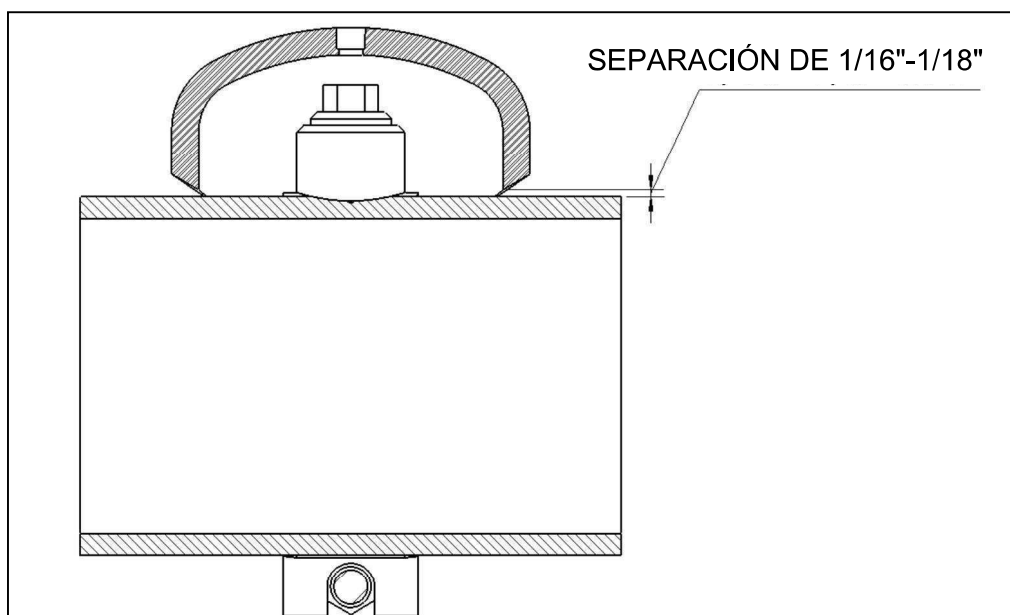

Figura 3
6. Suelde con puntos el capuchón soldable "Weld+Cap" a la tubería con una separación de la raíz de 1/16"-1/8" como se muestra en la Figura 3.